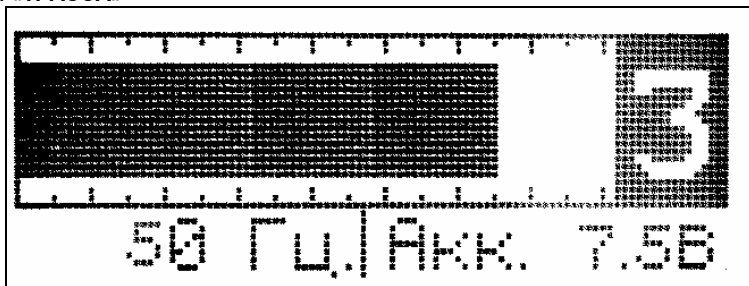
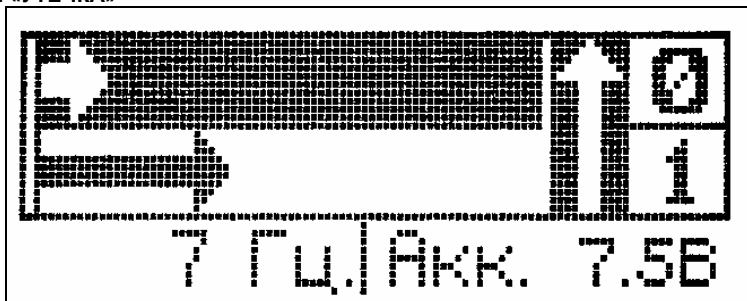

Рисунок 5-2. Индикатор в режиме "ТРАССА"
Рисунок 5-3. Индикатор в режиме "УТЕЧКА"
1. Включите питание приемника. После прохождения заставки, выберите необходимый режим работы нажатием кнопки «РЕЖИМ». Выберите рабочую частоту нажатием кнопки «ЧАСТОТА» и приступайте к работе. Режимы ТРАССА и УТЕЧКА отличаются типом индикации (см. рис.5-2 и рис.5-3).